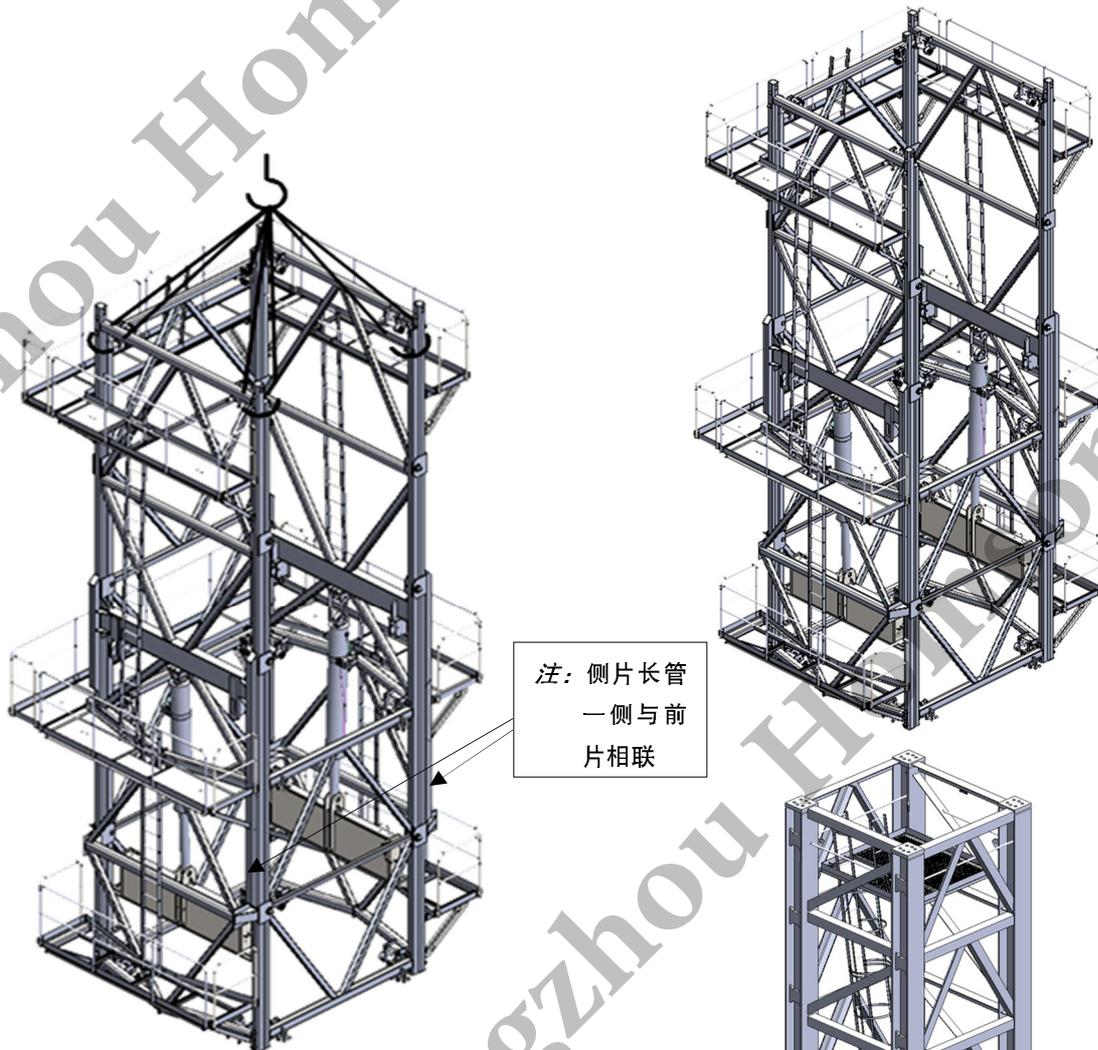

图 12.4-1
- 用固定板 6 和卡板 7 将梯子 3 和梯子 4 连接在一起，并用 4 组螺栓(M10×40)17、螺母(M10)19 和垫圈(10)18 固定，如图 12.4-1 所示。